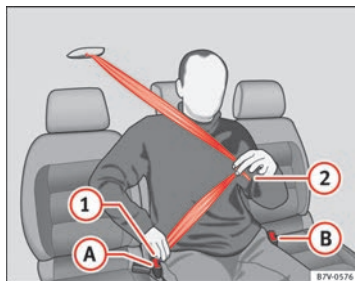

Fig. 12 Abrocharse el cinturón del asiento central de la segunda fila.
- Tire hacia abajo de la cinta del cinturón por la lengüeta de cierre ⇒ fig. 12 (1). **No** doble el cinturón al hacerlo ⇒ .
- Encastre la lengüeta (1) en el cierre del asiento correspondiente (A).
- Pase la cinta del cinturón por la región pélvica del ocupante tirando de la lengüeta de cierre (2).
- Encastre la lengüeta ② en el cierre del asiento correspondiente ③.